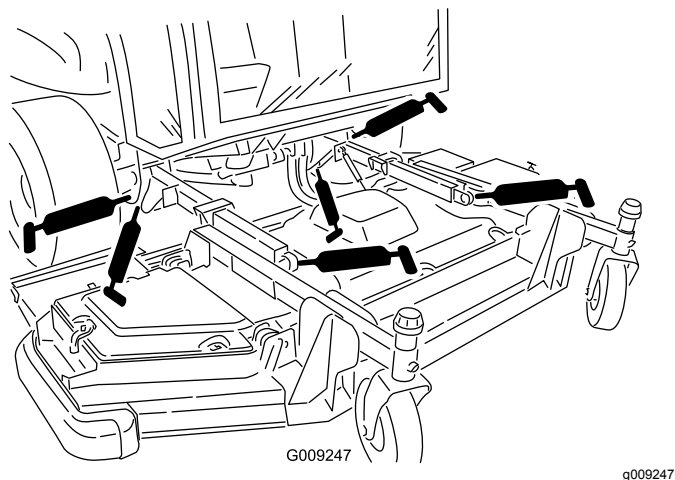

Figura 84
- 2 casquilhos do braço de elevação (Figura 84)
- Duas rótulas de elevação da barra de ligação (Figura 84)
- 2 articulações do cilindro de elevação da plataforma frontal (Figura 84)